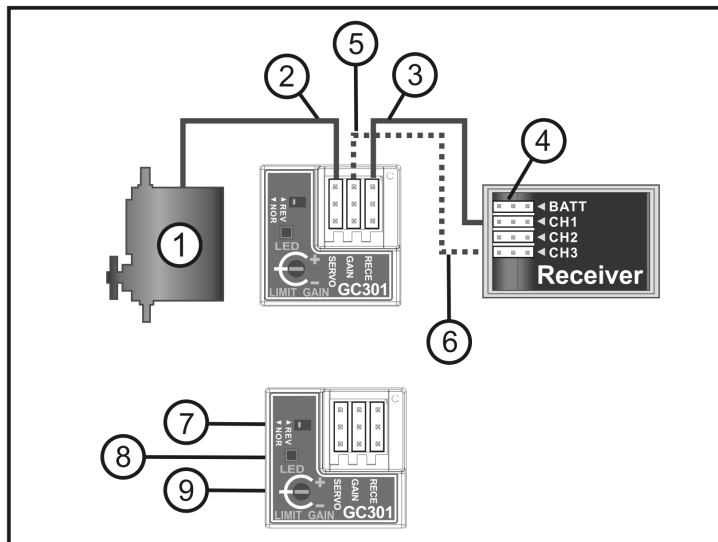

Figure 2
Si vous souhaitez utiliser le raccordement Version 1, reliez, comme indiqué sur la Figure 2, le cordon du servo (1) à l'emplacement « SERVO » du module (2).
Sur la Figure 2 vous voyez également l'interrupteur-inverseur pour l'inversion du sens de rotation de la fonction Gyro (7), les LED servant au contrôle de fonctionnement (8) et le potentiomètre pour le réglage de la sensibilité du Gyro (9). Observez les consignes relatives aux éléments indiqués aux points suivants de ce manuel d'utilisation.
Allumez ensuite l'émetteur et ensuite l'installation de réception. Le calibrage du module Gyro est lancé. La LED rouge est allumée et la LED verte (voir Figure 2, pos. 8) clignote lentement. Quand le Gyro est calibré, seule la LED rouge est allumée.
Dans le cas contraire, le sens de fonctionnement du Gyro doit être tourné. Pour cela éteindre l'installation de réception. Il faut inverser l'interrupteur-inverseur (voir Figure 2, pos. 7) au moyen d'un outil approprié (par ex. un petit tournevis). Remettez l'installation de réception en marche et vérifiez si le sens de rotation du servo de pilotage est correct.